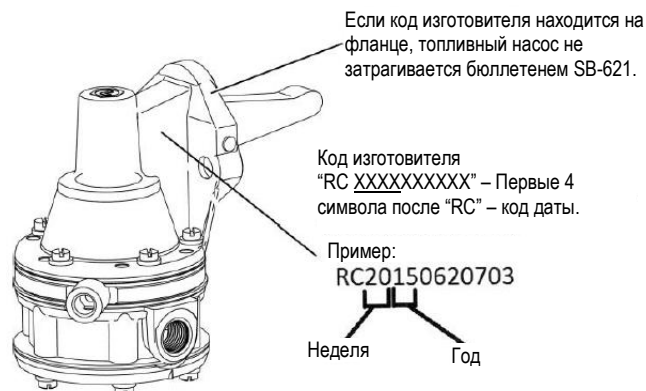

Рисунок 1
ПРИМЕЧАНИЕ Каждый топливный насос имеет 13-значный буквенно-цифровой код изготовителя, начинающийся с двух букв (см. пример на Рисунке 1). Буквенно-цифровые символы кода изготовителя и расположение кода на топливном насосе помогут идентифицировать топливные насосы, затрагиваемые настоящим Сервисным бюллетенем. В примере кода изготовителя "RC20150620703", изображенном на Рисунке 1, первые два символа – "RC". Два следующих символа, "20", означают неделю изготовления насоса, "15" – год изготовления. Код изготовителя указан на фланце или на стенке топливного насоса (см. Рисунок 1). Если код изготовителя находится на фланце, как показано на Рисунке 2, настоящий Сервисный бюллетень не распространяется на данный топливный насос.
3. код изготовителя начинается с букв "RC" (см. Рисунок 1);